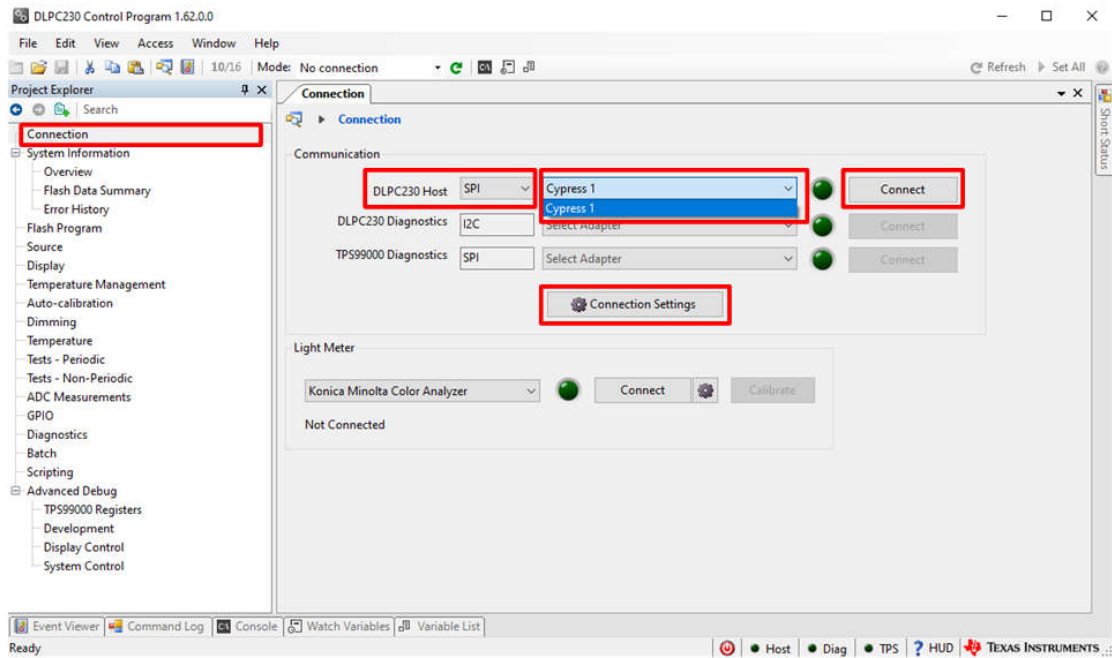

图 3-4. 通过 DLPC230-Q1 Automotive Control Program 连接到 DLPC231-Q1
1. 在 Connection 页面中，将 DLPC230-Q1 Host 设置为 SPI 并从下拉菜单中选择 Cypress (请参阅图 3-4)。请注意，必须通过 micro-USB 电缆将 Cypress 连接到计算机才能在下拉菜单中显示。